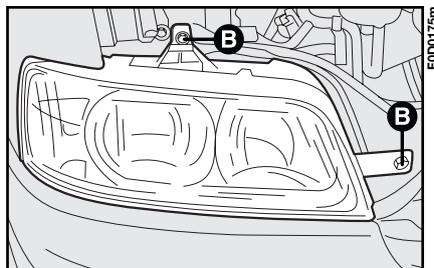
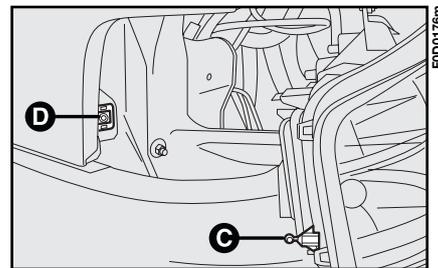

fig. 10
fig. 11
- 2) afloje los dos tornillos de bloqueo **B**-fig. 10 y desmonte el faro desenganchando el perno **D**-fig. 11 de **C**;